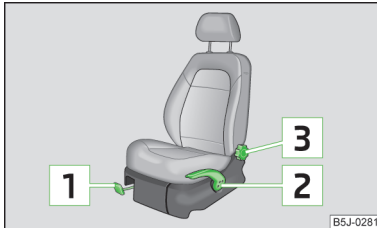

Abb. 38
- › Den Hebel » Abb. 38 nach oben ziehen und dabei den Sitz in die gewünschte Position schieben.
- › Möchte man den Sitz anheben, den Hebel » Abb. 38 nach oben ziehen bzw. pumpen.
- › Die Sitzlehne entlasten (sich nicht anlehnen) und das Handrad » Abb. 38 drehen, um die gewünschte Lehnenneigung einzustellen. ■